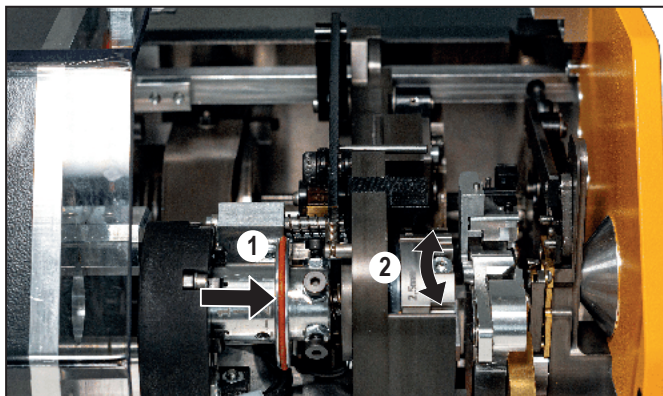

Bild 6.4 Ställ in arean
- Tryck och håll inställningstrumman åt höger, se Bild 6.4, 1.
- Vrid inställningstrumman tills att crimptrumman hakar fast vid önskad sänkstorlek, se Bild 6.4, 2.